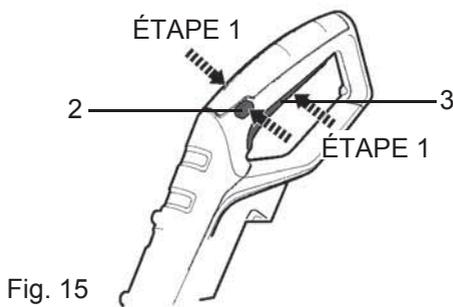

Fig. 15
- > Appuyez sur les boutons de déverrouillage (2) situés de part et d'autre de la poignée et maintenez-les enfoncés.
- > Appuyez sur le bouton marche/arrêt (3) pour allumer l'appareil (Fig. 15, 2).
- > Pour éteindre l'appareil, relâchez le bouton marche/arrêt (3).